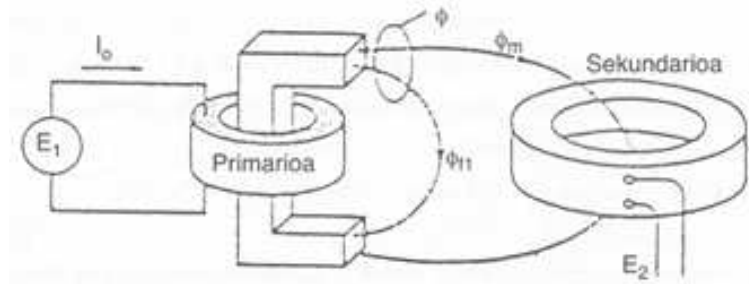

Figura 10.1: Figura del problema 8.
8. El transformador de la figura 10.1 se alimenta a 120 V - 50 Hz, y en vacío absorbe la corriente  $I_0 = 3 \text{ A}$ . El primario tiene 200 vueltas y el secundario 600. Si al secundario llega el 40 % del flujo, calcula: a) la tensión del secundario; b) el flujo máximo total.